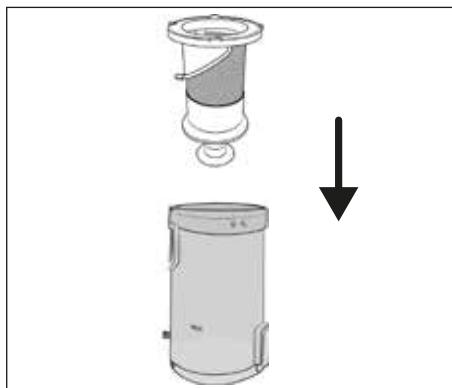

Fig. 21
- 6) Inserire il filtro in acciaio inox ❻ nel contenitore della polvere ❼ e premerlo completamente verso il basso (vedere fig. 21). Tenere conto dei due fermi di grandezza diversa presenti sul filtro in acciaio inox ❻. Grazie a questi fermi il filtro in acciaio inox ❻ può essere inserito nel contenitore della polvere ❼ solamente in una posizione.